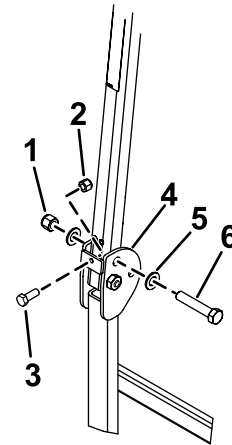

図 9
3. 図 9 に示すように、ワッシャ 13/16 x 1 1/2" を各ボルト 3/4 x 4" に組み付ける。
4. ピンを抜いた穴に、ボルトとワッシャを取り付ける (図 9)。
5. 図 9 のように各ボルトにもう1枚のワッシャを入れ、ナット 3/4" で固定する。各ナットを 323-396 N·m (33-40 kg·m = 238-292 ft·lb) にトルク締めする。
6. ヒンジエリアのロールバーの下部の両側にあるねじ付きプレートに、ボルト (3/8-16 x 1" または 1-1/4") とジャムナット (ボルトとジャムナットは未同梱) を取り付ける (図 9)。ボルトを上部のロールバーチューブにしっかりと固定されるまで締め付け、ジャムナットを締め付ける。
7. ロールバーとサンシェードが跳ね上がるのを防ぐために、ROPSピボットボルト (図 9) を 91113 N·m (9.812.2 kgm) のトルクで締め付ける。